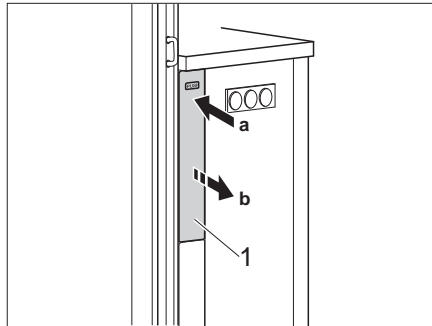

Fig. 101 Libérer l'élargissement
- Presser sur le cache (Fig. 101,1) de l'élargissement. L'élargissement est libéré.
- Pousser l'élargissement (Fig. 101,1) dans la structure de cuisine jusqu'à ce qu'il se verrouille.